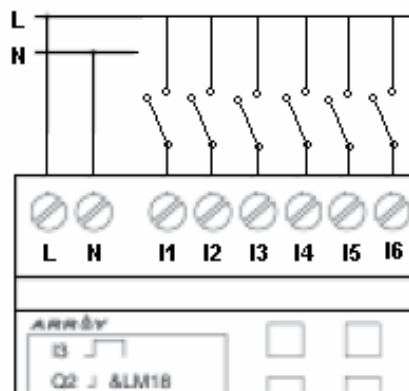

Figura 4.12: Conexión de entradas al LOGO
7. Conectar una fase de 230 VAC a las entradas I1, I2, I3, I4, I5, I6 e I8 con switch's de intermedio como se muestra en la Figura 4.12:
9. Se procede a realizar e ingresar el programa, se puede hacer de dos formas: la una utilizando el Menú de Programación y la otra con el Menú PC/tarjeta como se puede observar en la figura 4.12.